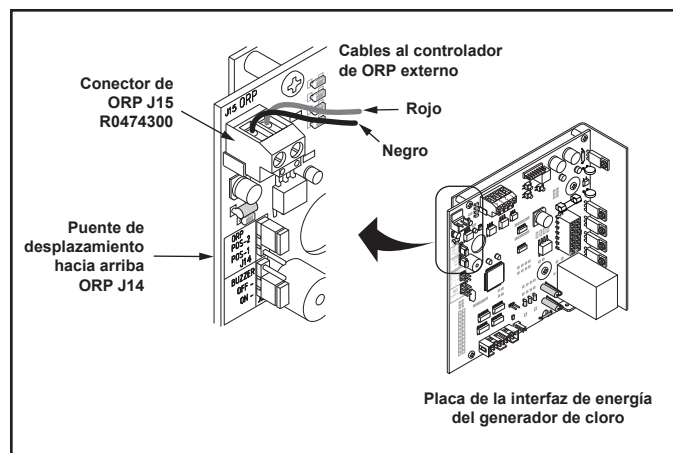

Figura 6. Conexión de ORP
Para conectar el controlador químico TruDose a un clorador de agua salada Jandy, deberá conectar el cable de 24 VCC preinstalado del controlador químico TruDose a la placa de interfaz de energía (PIB) del bloque de alimentación del clorador de agua salada. El puente de ORP de la PIB del bloque de alimentación del clorador de agua salada deberá desplazarse a la posición 2. Consulte la Figura 6 para obtener instrucciones sobre cómo desplazar el puente de ORP a la posición 2 en la PIB del bloque de alimentación.
2. Desplace el puente de ORP de los dos pines inferiores a los dos pines superiores. Consulte la Figura 6.
3. Conecte el cable de TruDose de 24 VCC al conector dedicado de 2 pines J15 de la PIB del bloque de alimentación de AquaPure. Consulte la Figura 6.
**NOTA:** El cable negro debe conectarse a la izquierda y el rojo a la derecha. Consulte la Figura 6.